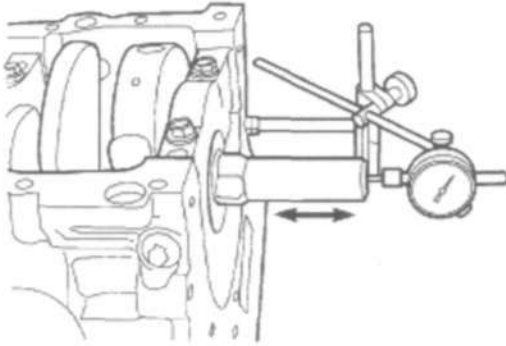

Рис. 40 ПРОВЕРКА ТОРЦЕВОГО БИЕНИЯ КОЛЕНВАЛА
- (1) При помощи индикаторной головки C-3339 и штатива Post L-4438, закрепленного в передней части двигателя, расположить щуп перпендикулярно на цапфе коленвала (Рис.40).
- (2) полностью повернуть коленвал назад его хода.
- (3) Обнулить индикаторную головку.
- (4) Повернуть коленвал полностью вперед и записать показания индикаторной головки. См. Спецификации Двигателя